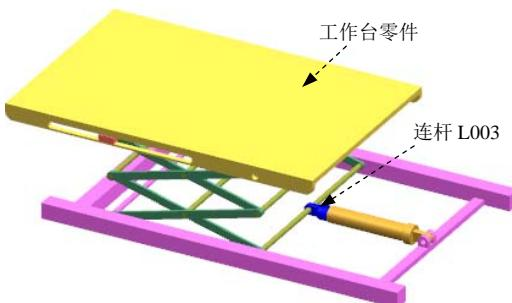
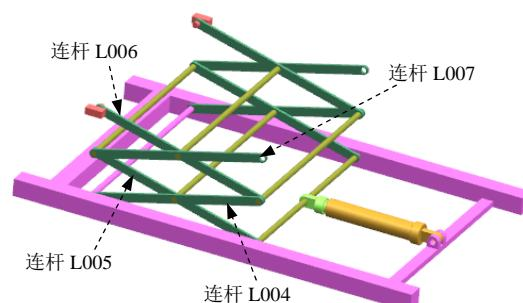

图 10.5.4 定义连杆 L003
图 10.5.5 定义连杆 L004~L007
(3) 定义连杆 L003。在“连杆”对话框中取消选中  固定连杆 复选框，选取图 10.5.4 所示的零件为连杆 L003，在“连杆”对话框中单击 应用 按钮。
(4) 定义连杆 L004、L005、L006 和 L007。隐藏图 10.5.4 所示的工作台零件，然后将视图方位调整至图 10.5.5 所示，参见前面的方法，选取图 10.5.5 所示的零件为连杆 L004、L005、L006 和 L007，在“连杆”对话框中分别单击 应用 按钮。
(8) 定义连杆 L018。取消隐藏所有的连杆及图 10.5.4 所示的工作台零件，然后选取工作台零件为连杆 L018，在“连杆”对话框中单击 **确定** 按钮，完成所有连杆的定义。